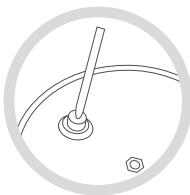

Fig. 5
1. Ponto de exaustão (23). Retire a tampa (1) e a válvula rotativa (22). Verifique no interior da tampa (1) se o ponto de exaustão (23) está completamente limpo. Caso contrário, limpe com uma vareta fina (Fig. 5).